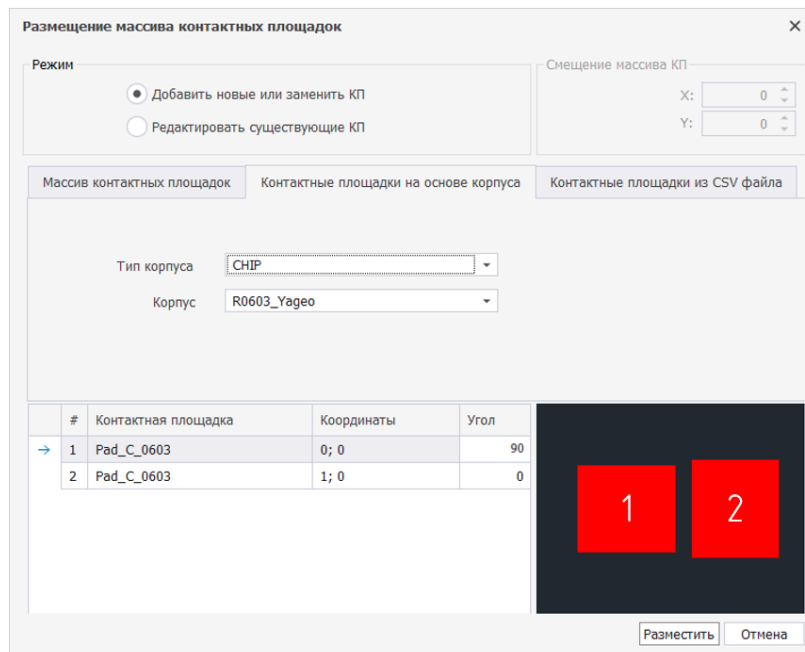

Рис. 99 Изменение координат и угла поворота контактной площадки
5. При необходимости скорректировать координаты и угол поворота элементов массива в столбцах «Координаты» и «Угол», см. Рис. 99.